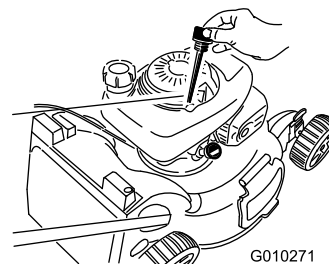

Figure 44
3. Tournez le bouchon dans le sens antihoraire et sortez la jauge (Figure 44).
4. Basculez la machine sur le côté (filtre à air en haut) pour vidanger l'huile usagée par le tube de remplissage (Figure 44).